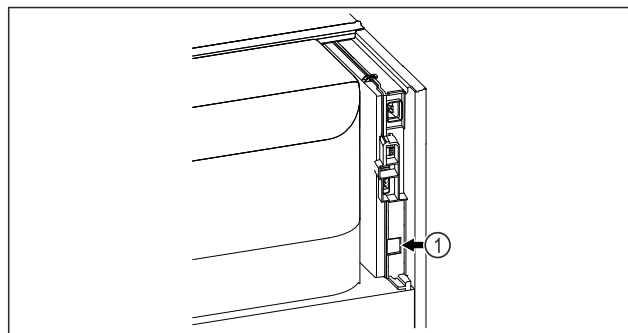

Fig. 183
- ☐ SmartModule Fig. 183 (1) è inserito.